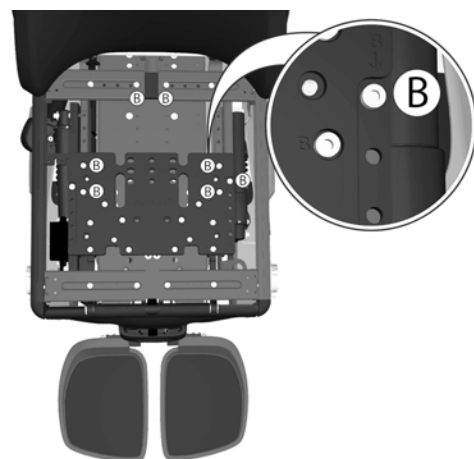

Abbildung 533. Die Position des hinteren Sitzrahmenabschnitts (Rückenlehnenposition) ist mit fünf Schrauben festgelegt. Sie sind mit dem Buchstaben B markiert.
7. Einstellung des hinteren Abschnitts des Sitzrahmens (Rückenlehnenposition): Entfernen Sie die sieben Schrauben, die mit (B) markiert sind und die den hinteren Abschnitt des Sitzrahmens halten, siehe Abb. 533.